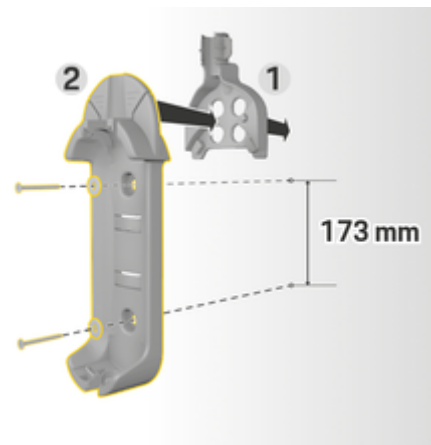

図. 103: ドリル寸法
3. ウォールマウントベース 2 (図. 103) を前からケーブルガイド 1 (図. 103) に押し込みます。